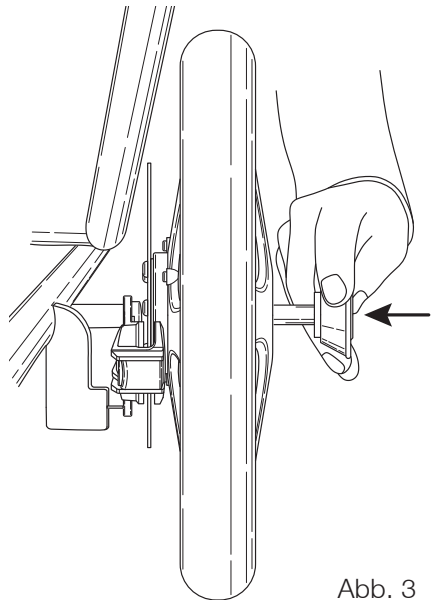

Abb. 3
4. Halten Sie den schwarzen Knopf gedrückt und schieben Sie die QR-Achse in das Achsrohr, bis diese fest einrastet. (Abb. 3)